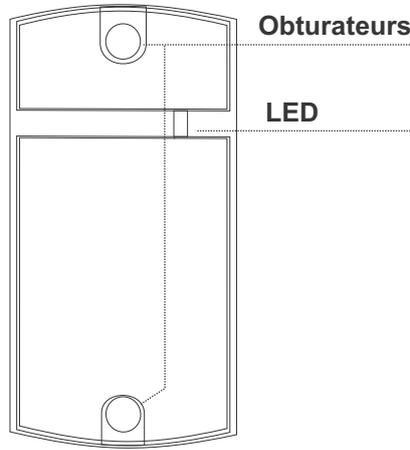

Figure. 2
- Refermer les orifices du lecteur à l'aide des obturateurs fournis (Fig. 2)